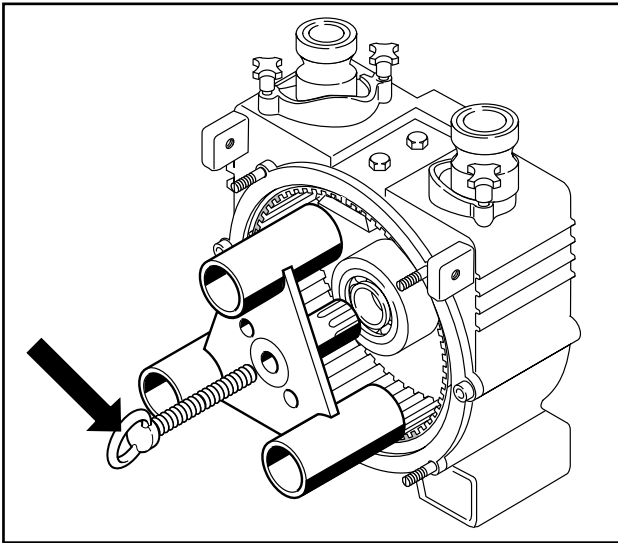

Abb. 10 Demontage Rotor
6. Rotor-Halteschraube (Teile-Nr.1018, Abb. 8) herausschrauben. Rotor ggf. unter Benutzung der Abdrückbohrungen M 10 und der Halteschraube abdrücken (Abb. 10).